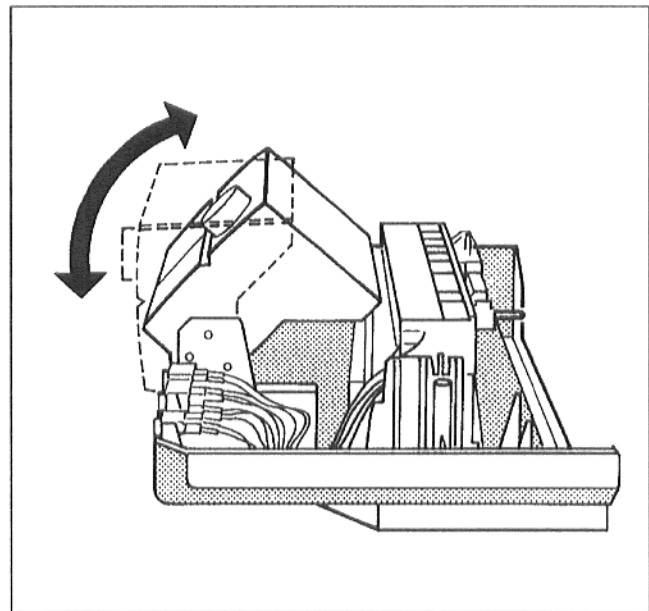

Fig. 19
- En cas de combinaison de la chaudière à un préparateur L, il est recommandé de placer l'unité d'affichage en position verticale (Fig. 19).